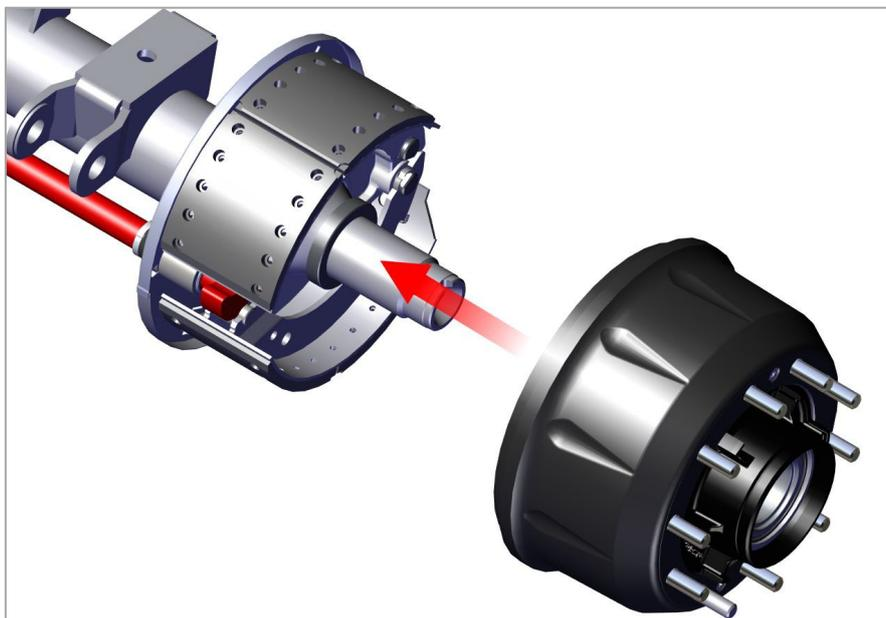

Рис. 11. Монтаж тормозного барабана
1) Если ступица и барабан были сняты с оси, то выполняйте монтаж компонентов в порядке, обратном порядку снятия (рис. 11).